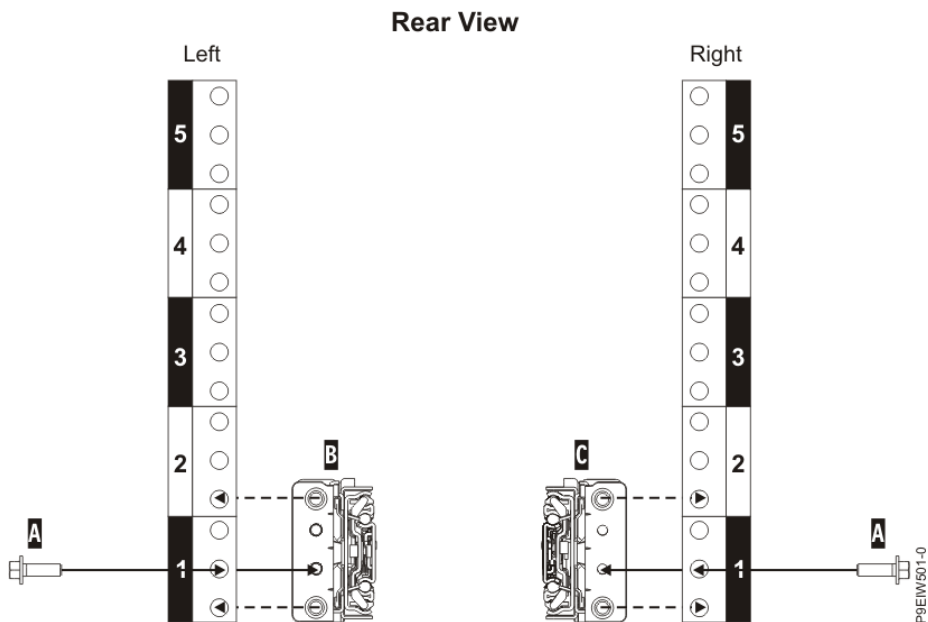

图 4 机架后面固定导轨
10. 用 M5x16mm 螺丝（A）固定左侧的导轨（B）和右侧的导轨（C），见图 4。